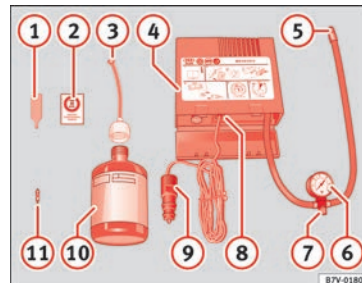

Fig. 48 Representación estándar: contenido del kit antipinchazos.
- Desenrosque la caperuza y el obús de la válvula del neumático. Utilice el aparato » fig. 48 ① para extraer el obús. Colóquelo en una superficie limpia.
- Agite con fuerza la botella de sellante de neumáticos » fig. 48 ⑩.
- Enrosque el tubo de inflado » fig. 48 ③ en la botella de sellante. El precinto de la botella se romperá automáticamente.
- Retire el tapón del tubo de llenado » fig. 48 ③ y enrosque el extremo abierto del tubo en la válvula del neumático.
- Vuelva a colocar el obús con el aparato » fig. 48 ① en la válvula del neumático.
- Enrosque el tubo de inflado del neumático del compresor » fig. 48 ⑤ en la válvula del neumático.
- Compruebe que el tornillo de evacuación de aire está cerrado » fig. 48 ⑦.
- Acople el conector » fig. 48 ⑨ a toma de corriente de 12 voltios del vehículo » pág. 129.
- Conecte el compresor de aire con conmutador ON/OFF » fig. 48 ⑧.